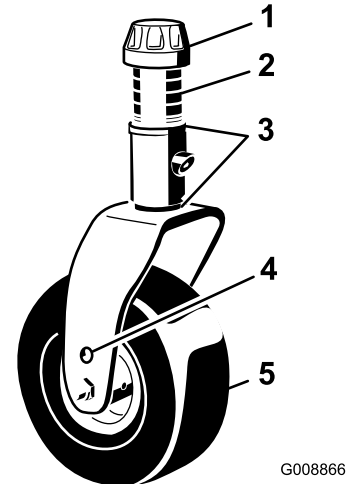

Рисунок 32
3. Отрегулируйте количество 3-миллиметровых регулировочных прокладок на вилке (вилках) передних поворотных колес так, чтобы высота скашивания соответствовала указанному на наклейке значению (Рисунок 32); см. Регулировка высоты скашивания \(страница 29\).